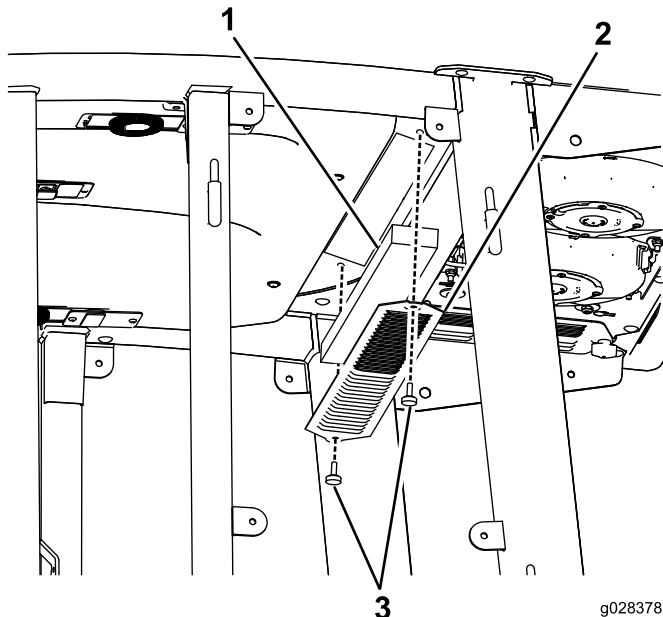

Figura 85
1. Retire los tornillos y las rejillas que cubren el filtro interior de la cabina y el filtro que está detrás de la cabina (Figura 85).